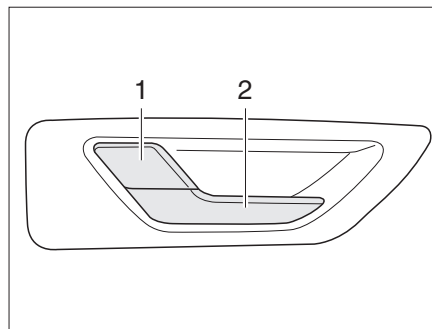

Fig. 28 Cerradura de la trampilla trasera, en el interior
- Tirar del tirador (Fig. 28,2). Se desbloqueó la cerradura de la trampilla. La palanca de retención (Fig. 28,1) salta hacia fuera automáticamente.
- Presionar la palanca de retención (Fig. 28,1).